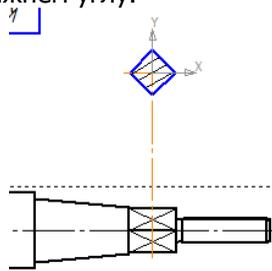

Рис. 38
21.3.6 Используя инструментальную панель **Обозначения** , выбрать команду **Осевая линия по двум точкам** , провести осевые линии и удалить вспомогательные (см. рис. 38).